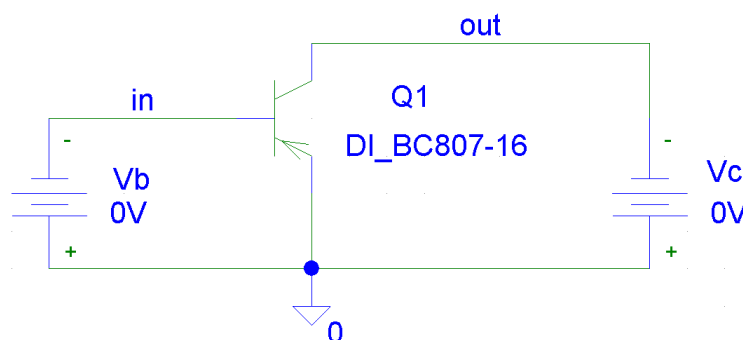

Рисунок 4.18 – Схема измерений входных статических характеристик БТ
**4.6.2** Собрать схему измерений входных статических характеристик БТ (рис. 4.18).